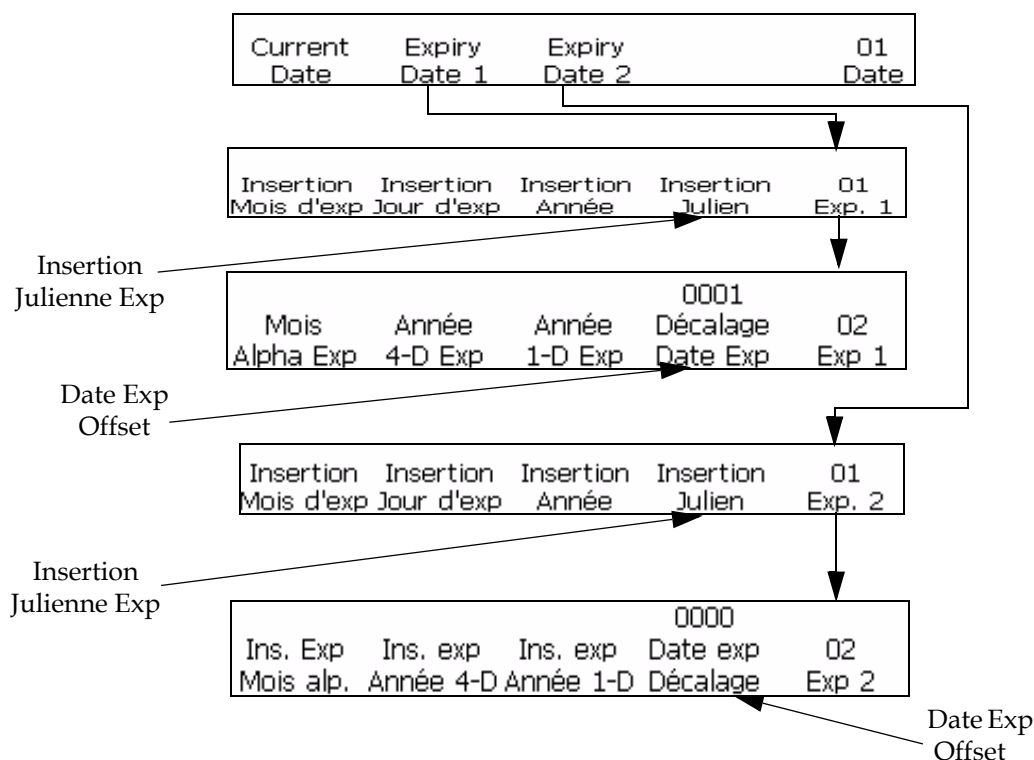

Figure 5-46: Fenêtre <01 Exp 1> et <01 Exp 2>
- 1 Commencer dans la Fenêtre <01 Exp 1> (01 Editer > 02 Editer - Insertions > 01 Insertion - Date > 01 Date - Dates d'expiration 1 > 01 Exp 1). Voir Figure 5-46.